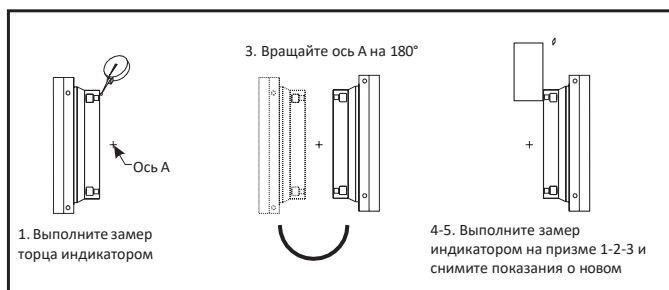

Рис. 9. Иллюстрация процедуры коррекции В на оси А [8]
«4. Далее необходимо выполнить измерение торца платформы с того же самого направления, что и первое измерение. Установите призму 1-2-3 на торец платформы и выполните замер индикатором по торцу призмы, которая прижата к торцу платформы. Переместите ось Y, чтобы призма соприкоснулась с мерительным стержнем индикатора. Выполните сброс индикатора на ноль» [8] (рис. 9).
1. Включить стойку клавишей **POWER O** (рис. 9, кнопка A).
2. Входим в редактор программы при помощи клавиши **MDI** (рис. 9, кнопка B).
4. Включаем режим **SINGLE BLOCK** (рис. 9, кнопка C) для остановки программы на каждом блоке кода.
5. Заходим в экран настройки инструмента клавишей **TOOL OFFSET** (рис. 9, кнопка D).
6. При помощи клавиш курсора (рис. 9, кнопка E) переходим к настройке высоты инструмента.
7. Установить нужную высоту Z (рис. 9, кнопка A) и диаметр D (рис. 9, кнопка B).
9. Клавишей **CYCLE START** (рис. 9, кнопка F) при включенном режиме **SINGLE BLOCK** переходим к следующему инструменту.